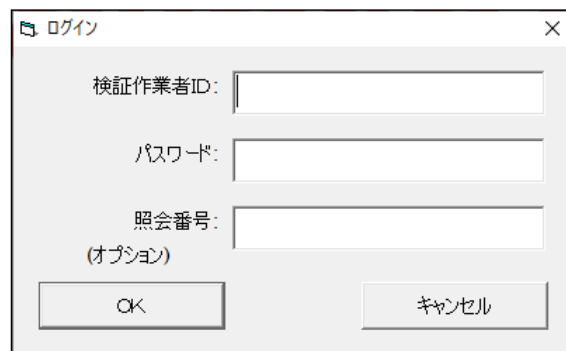

図33: 「ログイン」ボックス
2. 画面の上部にある任意のタブをクリックします。「ログイン」ボックスが表示されます(図33)。